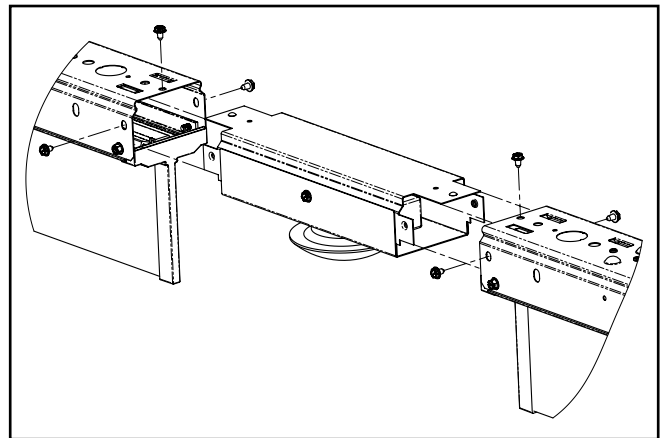

Figura 5.
4. Empuje el alojamiento del sensor hasta que el grabado esférico se meta dentro del orificio en la parte superior del canal y todos los orificios estén alineados (Figura 5). Repita el procedimiento con el lado opuesto de la luminaria.
6. Instale los dos tornillos adicionales incluidos con el alojamiento desde la parte superior del canal y hacia el interior de las pestañas para asegurar mejor la pestaña en los grabados de alineación (Figura 5).